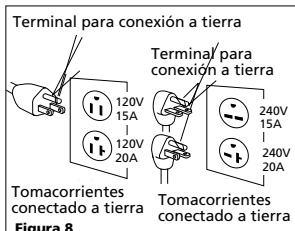

Figura 8
1. Este producto debe tener una conexión a tierra. En el caso de que ocurra un cortocircuito, la conexión a tierra reduce el riesgo de un choque eléctrico proporcionándole un cable de escape para la corriente. La unidad está equipada con un cable con una terminal para la conexión a tierra. La misma calzará en uno de los tipos de tomacorrientes mostrados en la Figura 8. Si el enchufe no calza en el tomacorriente deseado, haga que un electricista calificado reemplace el enchufe o el tomacorriente.
1. Si el enchufe del cordón eléctrico no le parece familiar o si no entra en el tomacorriente, la Figura 8 le permitirá familiarizarse con éstos y con los voltajes necesarios para los mismos.